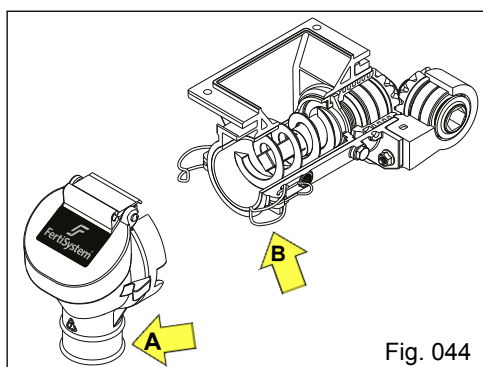

Fig. 044
a) Desmonte o bocal "A", através do engate rápido "B" (Fig. 044).